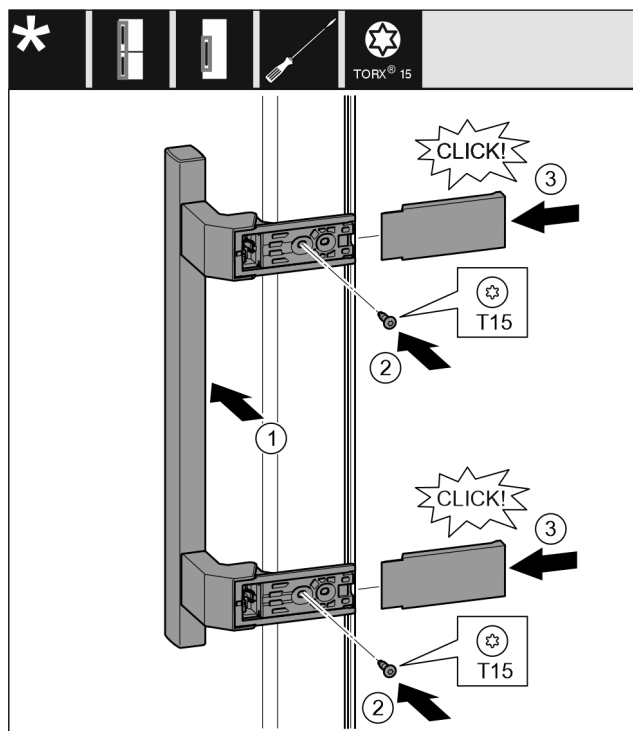

Fig. 18
- ▶ Sæt grebet i på den modsatte side. Fig. 18 (1)
- ▶ Stram skruerne med skruetrækker T15. Fig. 18 (2)
- ▶ Sæt afdækningerne i på siden, og skub dem på plads. Fig. 18 (3)